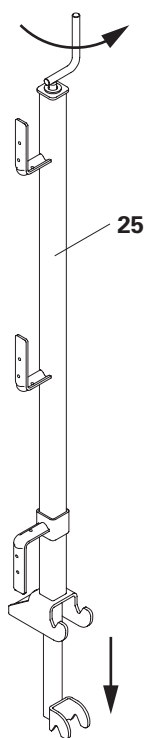
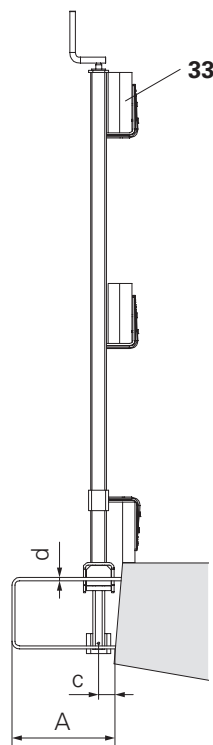

Fig. C4.02
Fig. C4.03
* I valori sono validi solo se sono rispettate le condizioni vincolanti riportate in Tab. C4.02 e con Fig. C4.03
1. Pre-registrare il montante parapetto GKB (25) con la manovella.
2. Inserire il montante parapetto GKB (25) nel ferro di armatura e stringere con la manovella.
3. Inserire le tavole per parapetto (33) e fissarle, ad es. con chiodi o viti per legno. (Fig. C4.02 + Fig. C4.03)